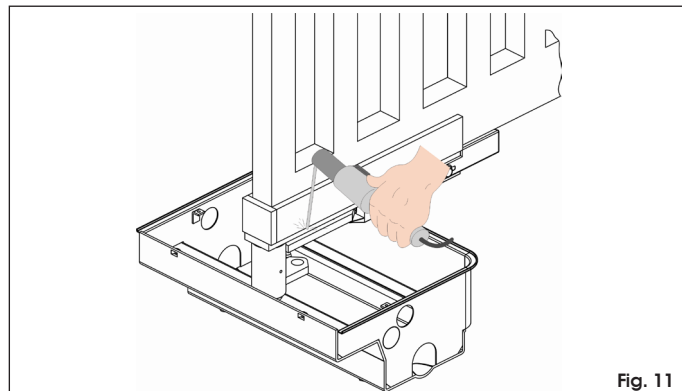

Fig. 11
3. Soldar cuidadosamente el soporte de guía a la barra de sustentación (Fig. 11).